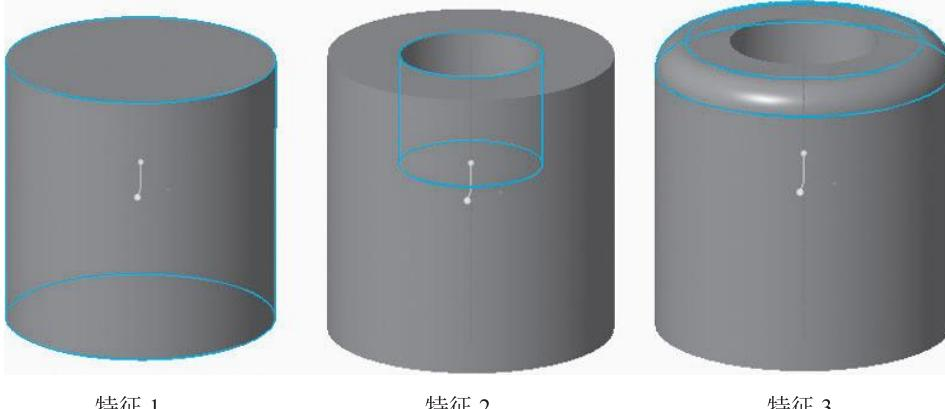

图 2-1-1 特征说明
(1) 特征是组成 Creo 模型的基本单元。创建模型时，设计者总是采用搭积木的方式在模型上依次添加新的特征，比如拉伸一个圆柱体是一个特征，在圆柱体上打一个孔又是一个特征，将圆柱体边缘倒角也是一个特征，如图 2-1-1 所示。